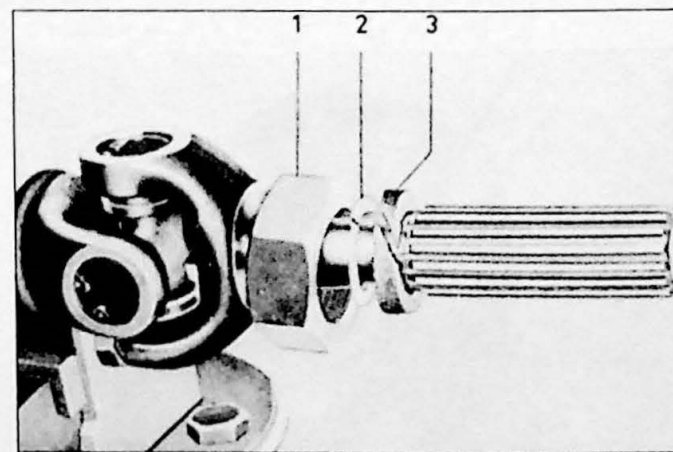

Fig. 8.18. Borgmoer voor tussenlager, vroegere uitvoering.
2. Zet moer, ring en de viltpakking op de spline-as als de moer van de uitvoering is zoals op Fig. 8.18. Bij de uitvoering met de rubber balg kan deze direct op de voorste kardanas worden gedraaid. Vergeet de borgring niet. Smeer de glijvlakken van de spline-as in met molybdeensulfide. Monteer de voorste en achterste kardanas samen. Bij de montage is het belangrijk dat de vork van de voorste en de spline-as in dezelfde lijn komen te liggen (Fig. 8.2-8.4).